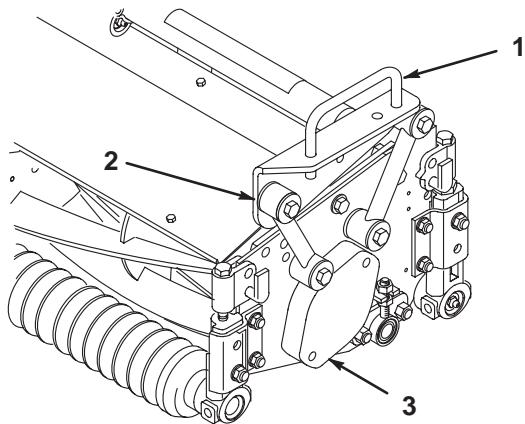
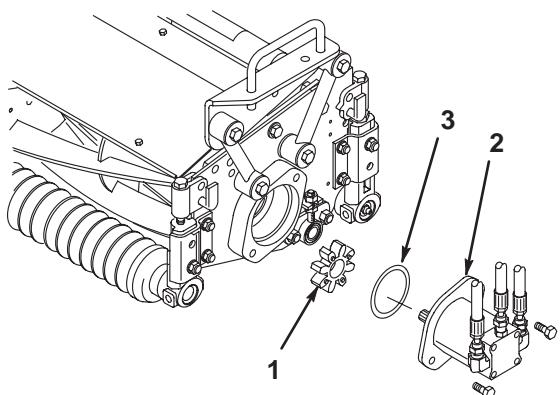

図5
図9
2. キャリア・フレームを、各カッティングユニットの取り付け穴に合わせる(図5)。
3. キャップスクリュ2個(3/8×2-1/4) 平ワッシャ(2枚)とロックナットを使用して、取り付けリンクとキャリア・フレームを連結する(図5)。ワッシャはリンク両側に1枚ずつ使用する。ナットを41 N.m(4.2 kg.m)にトルク締めする。
2. 右側カッティングユニットの内側からベアリング・ハウジングのカバー(図5)を取り、そのカバーとガスケット(カッティングユニット付属部品)を外側に取り付ける。ベアリング・ハウジングからスピーダ・カップリング(図9)を取り出す。
3. 駆動モータのフランジにOリング(カッティングユニットの付属部品)を取り付ける(図9)。